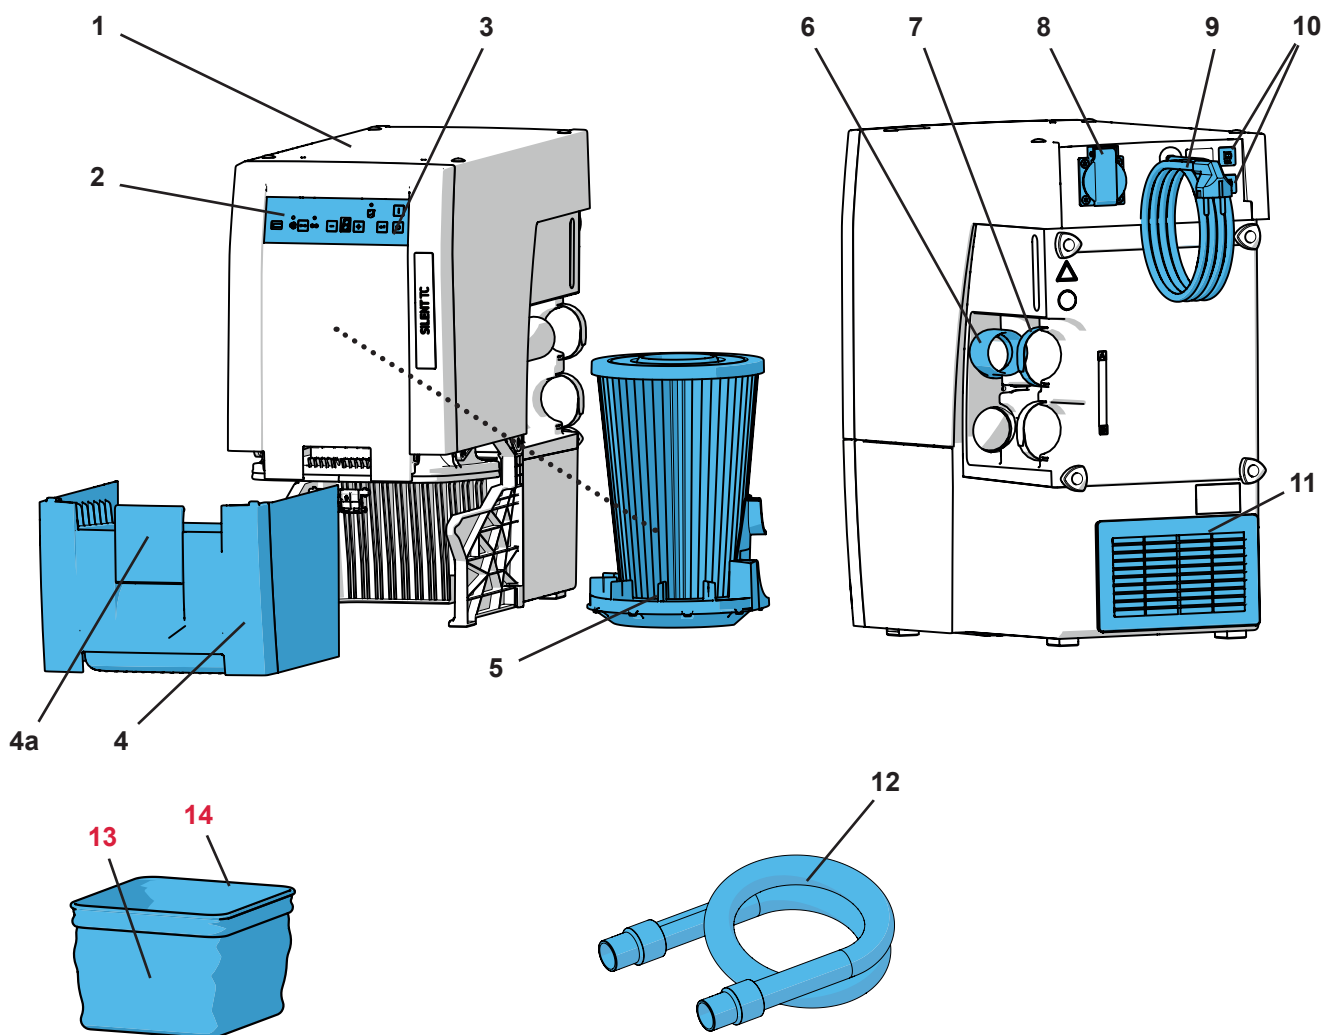

Fig. 1
- la salida de aire (11, Fig. 1) no cuente con ninguna obstrucción.
- Guía externa del aire de escape (A) (véase el cap. 4.6).
- Abertura en la pared posterior del armario (B), mín. 250 x 120 mm, directamente enfrente de la salida del aire de escape (11, Fig. 1).
- Retirar la pared posterior del armario (C), distancia de la pared posterior del armario a la pared mín. 50 mm.
- ⇒ Desenrollar el cable de alimentación (9, Fig. 1) y enchufar la clavija de alimentación en la toma de corriente de la instalación del edificio.
La aspiración funciona gracias al aparato eléctrico conectado a la toma de corriente del aparato (8, Fig. 1).